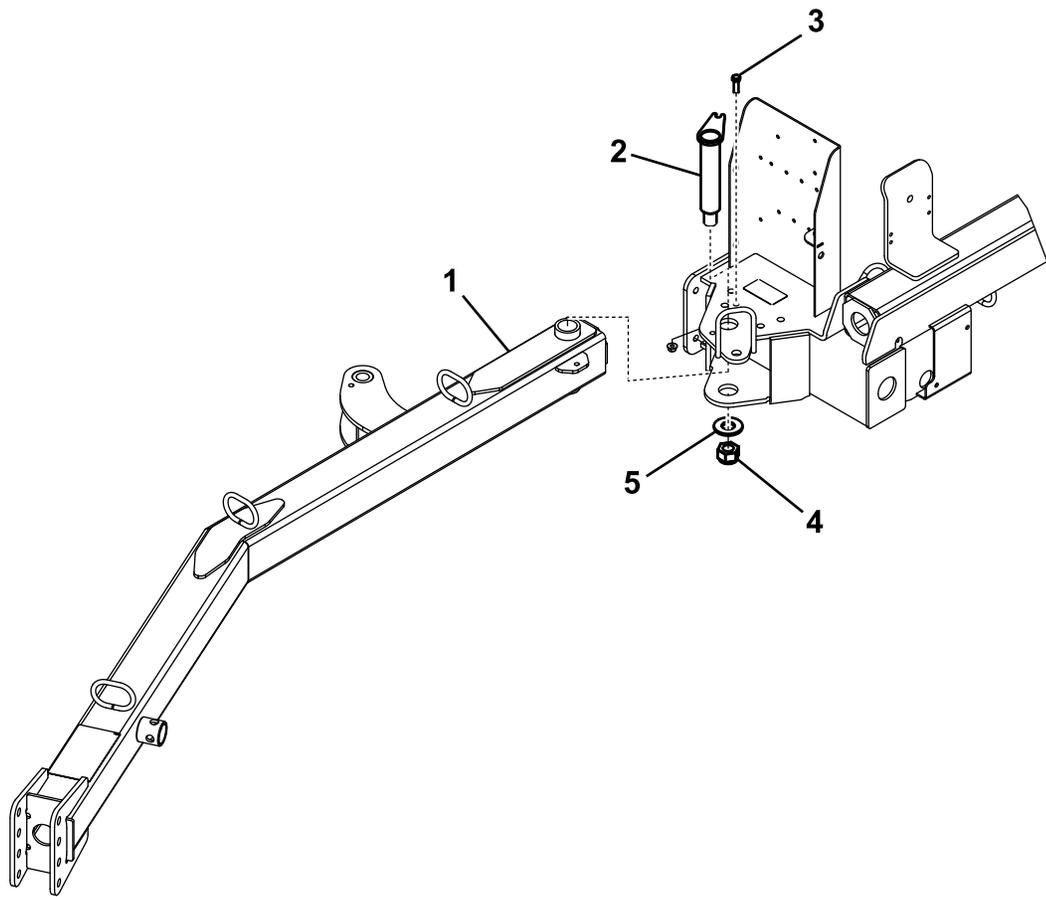

图3
1. 对齐安装孔的同时，将挂钩牵引杆的后端插入清扫车安装板的中间（图3）。
2. 将挂钩销插入安装板和挂钩牵引杆（图3）。
3. 用螺栓（3/8 x 1-1/4 英寸）和锁紧螺母（3/8 英寸）将挂钩销顶部固定到安装板上（图3）。
4. 用大垫圈、大螺母和方头固定螺丝固定挂钩销底部（图3）。